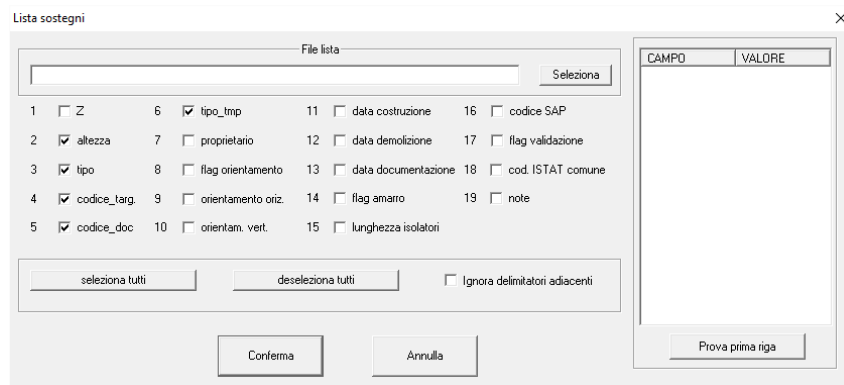

Fig. 15 - Interfaccia per l'importazione sostegni da lista.
- Lista sostegni (Fig. 15): abilita l'importazione di un elenco di sostegni a partire da un file di testo opportunamente formattato.
mentre gli altri sono considerati dal programma solo se vengono attivati i relativi flag (si faccia riferimento alla Fig. 15). Le coordinate (E, N, Quota) della base si riferiscono al piede della perpendicolare condotta dal "centro-sostegno" al suolo: questo punto coincide quindi - in genere - col centro geometrico
2. Lista sostegni: compare la finestra di dialogo (Fig. 15) che prevede di selezionare un file di testo opportunamente formattato con l’elenco dei sostegni.